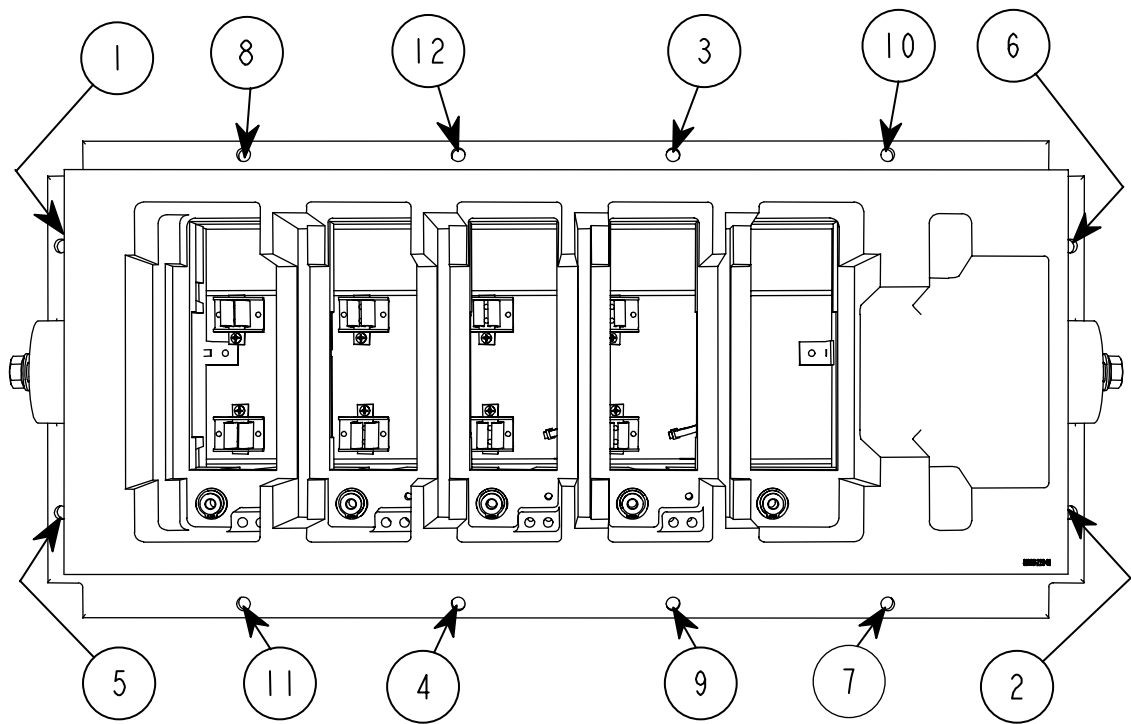

图 5.33 - 典型拧紧顺序
4. 更换 PowerCage 时，很重要的一点是放置在外法兰上的螺栓不要随意拧紧。要以交替方式拧紧两个法兰上的螺栓，确保均匀紧固模块。图 5.33 中显示了拧紧 PowerCage 螺栓的建议顺序。